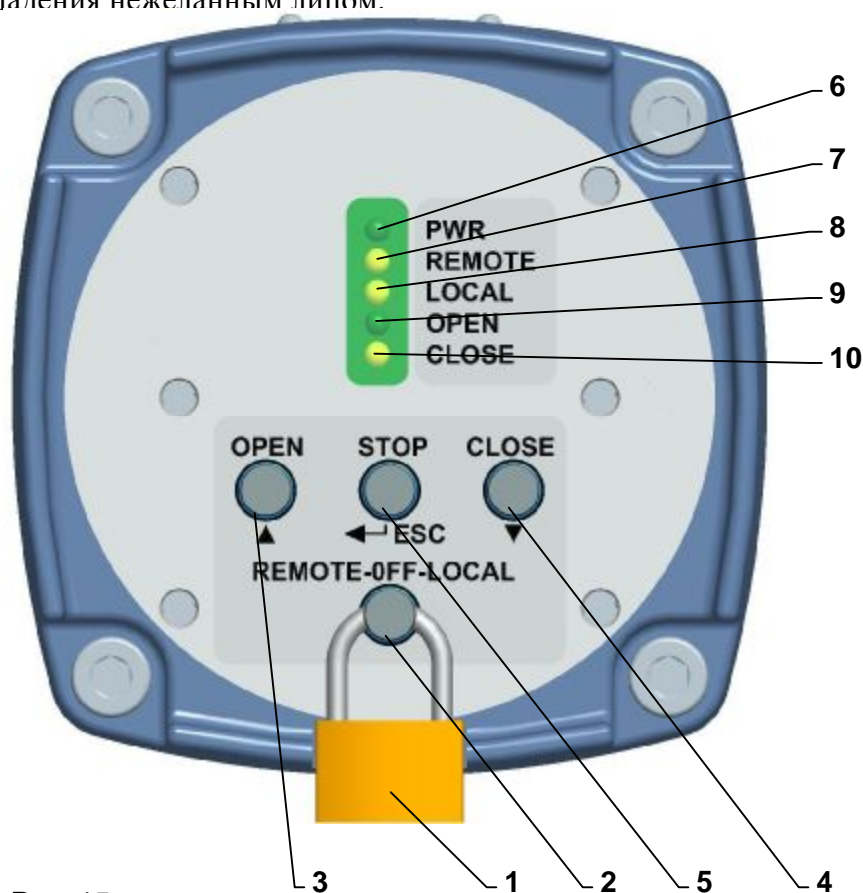

Рис. 15
4.7 Местное электрическое управление (Рис.15)